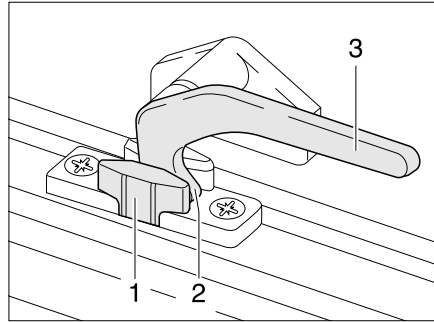
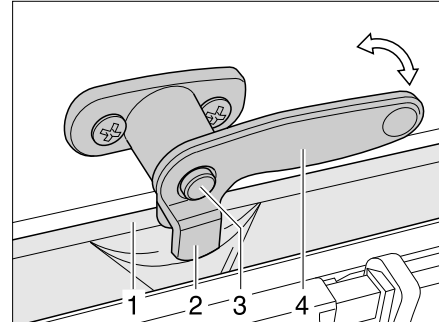

Bild 70 Verriegelungshebel in Stellung "Dauerbelüftung"
Bild 71 Verriegelungshebel mit Sicherungsknopf in Stellung "Dauerbelüftung"
- in Stellung "Dauerbelüftung" (Bild 70)
- Falls vorhanden, den Sicherungsknopf (Bild 71,3) drücken und gedrückt halten.
- Den Verriegelungshebel (Bild 70,3 bzw. Bild 71,4) eine viertel Umdrehung zur Fenstermitte hin drehen.
- Den Verriegelungshebel wieder zurückdrehen. Die Verriegelungsnase (Bild 70,2 bzw. Bild 71,2) dabei in die Aussparung der Fensterverriegelung (Bild 70,1 bzw. Bild 71,1) einfahren.